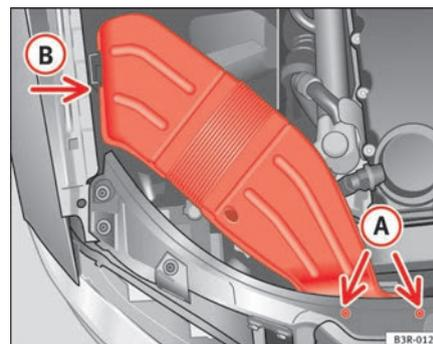

Fig. 199 Conduit d'air, côté droit du véhicule
- Dévissez les vis **(A)** ⇒ fig. 199.